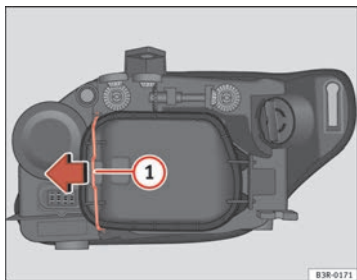

Abb. 198 Abblendlicht
Ein vorheriges Abnehmen des Deckels ⇒ Seite 275, Abb. 198 ist zwar nicht notwendig, erleichtert aber den Ersatz des Blinklichts. ■
- Den Spanner ⇒ Abb. 198 ① in Pfeilrichtung bewegen und den Deckel abnehmen, indem zuerst die Seite des Spanners und danach die beiden Laschen des anderen Endes des Deckels abgenommen werden.